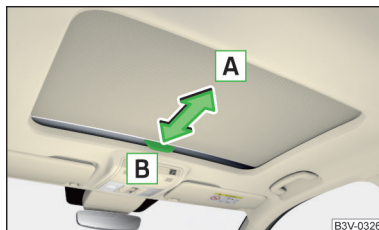

Fig. 46
- Para **abrir**, tirar la manilla en el sentido de la flecha **A** » fig. 46.